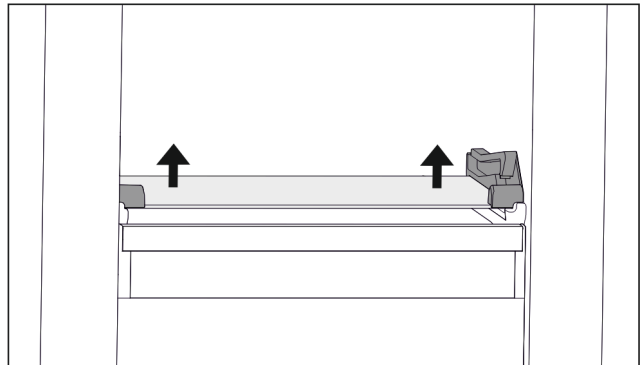

Fig. 28 Glasplatte des abklappbaren Schubfachs
- ▶ Glasplatte von unten beidseitig nach oben drücken. (zie Fig. 28)